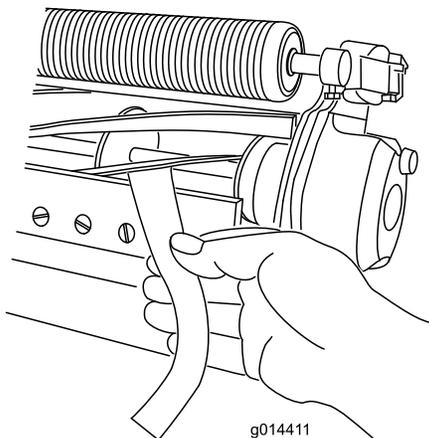

图10
B. 在滚刀与底刀之间插入一长条剪切性能纸Toro 零件号 125-5610 纸要与底刀垂直 **图10** 然后缓慢向前旋转滚刀此操作应能切断性能纸如果不能请重复步骤 A 和 B 直至切断为止。
11. 在滚刀与底刀之间插入一长条剪切性能纸Toro 零件号 125-5610 纸要与底刀垂直图10然后缓慢向前旋转滚刀此操作应能切断性能纸如果不能将每个底刀架调节螺丝都顺时针旋转 1 格直至切断为止。